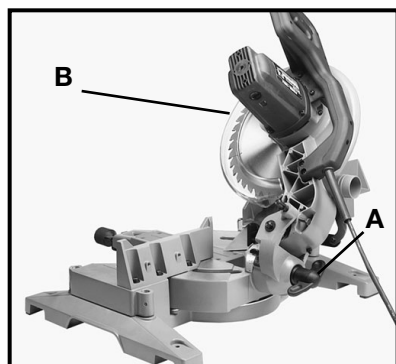

Fig. 23
1. La tête de coupe de votre scie à onglets composés peut être inclinée pour couper à n'importe quel angle de coupe en biseau, à partir d'un tronçonnage à 90 degrés jusqu'à une coupe en biseau à gauche de 45 degrés, en desserrant la poignée de verrouillage pour la coupe en biseau (A) fig. 23, en inclinant la tête de coupe (B) à l'angle désiré et en desserrant la poignée de verrouillage (A).